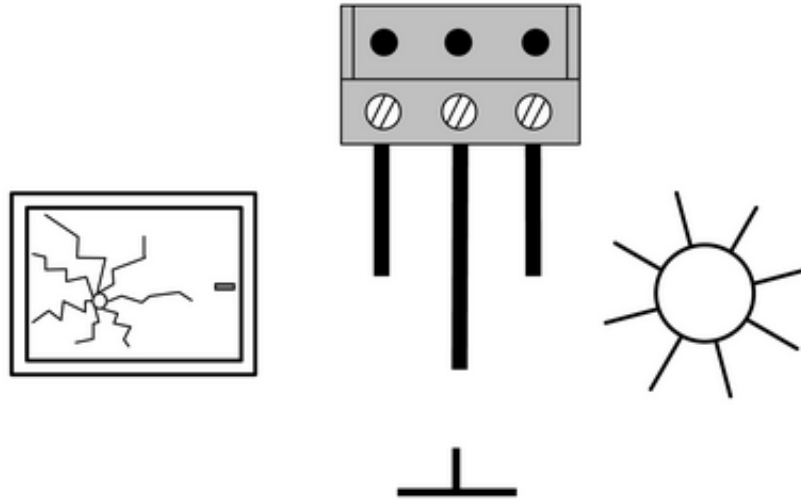

Figura 10: Collegamento al blocco morsetti
- Collegare i sensori secondo lo schema di collegamento (figura 10). I cavi dei sensori sono contrassegnati come segue: